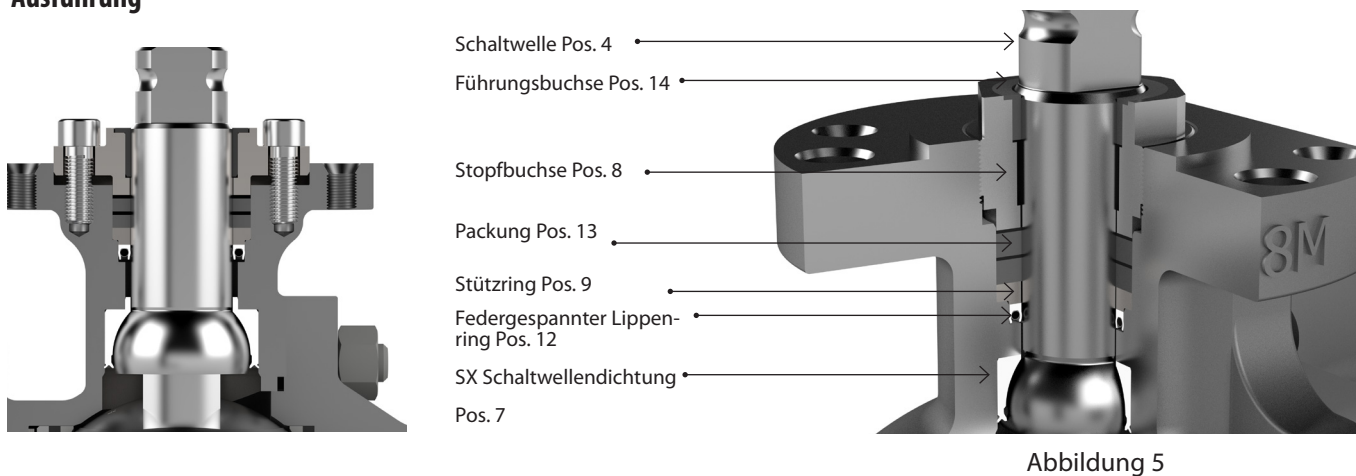

Abbildung 5
5. Den Stützring (Pos. 9) mit dem umlaufenden Steg nach unten über die Schaltwelle (Pos. 4) schieben, bis er an der Unterseite der Packungskammer sitzt. (Siehe Abb. 5).